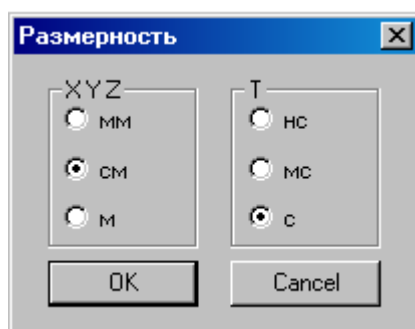

Рисунок 6 – Диалог изменения размерностей
- *Measure* – запуск диалога изменения размерностей (рисунок 6).